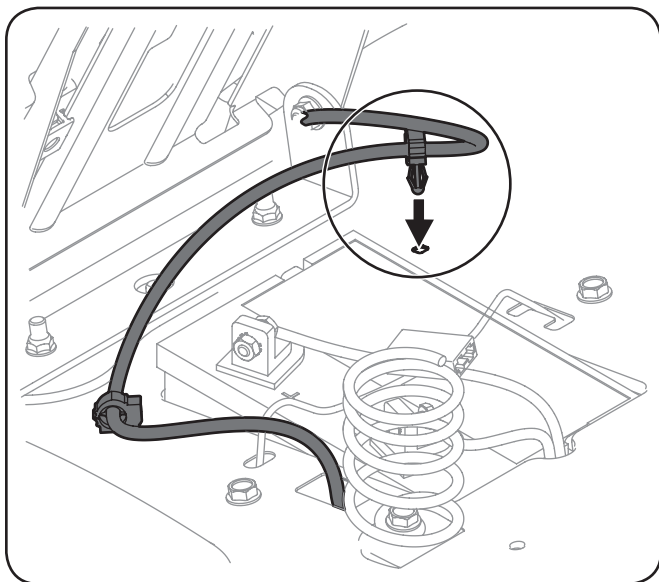

Figura 3-4
4. Usando la traba del arnés unida al arnés, asegure el exceso de cable al guardabarros colocando la traba del arnés en su lugar como se muestra en Figura 3-4 .